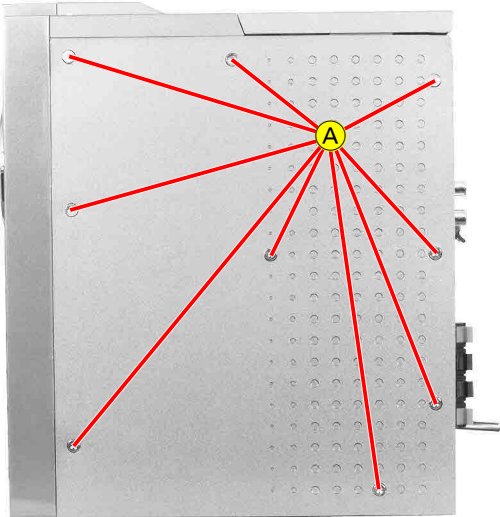

Fig. 1
- 18 Schrauben **A** (Fig. 1, 2) herausdrehen.
- Undo 18 screws **B** (Fig. 1, 2).